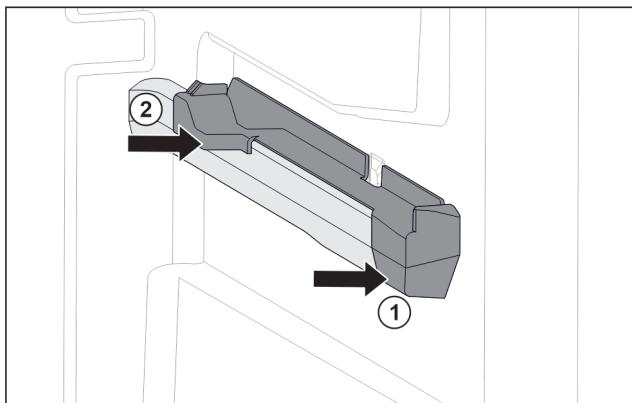

Fig. 84 Élément emboîtable sur la nervure de récipient droite
- ▶ Poser le devant de l'élément emboîtable contre la nervure de récipient. Fig. 84 (1)
- ▶ Enfoncer l'arrière de l'élément emboîtable. Fig. 84 (2)